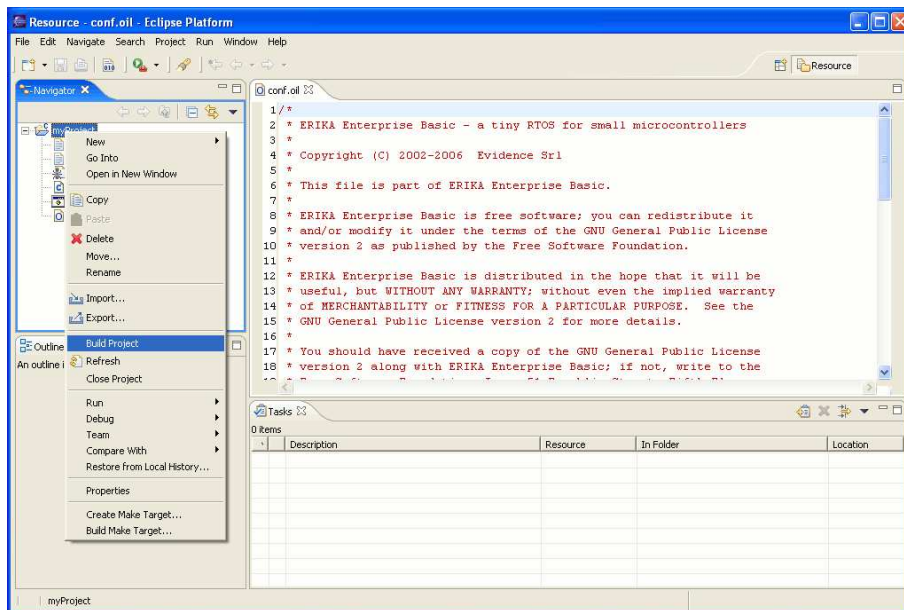

Figura 4.4: Adesso è possibile compilare il progetto.
5. Siete a questo punto pronti per compilare l’applicazione. Premete il tasto destro del mouse sul nome del progetto nella navigation bar di Eclipse, e selezionate “Build Project”¹ (vedere Figura 4.4).